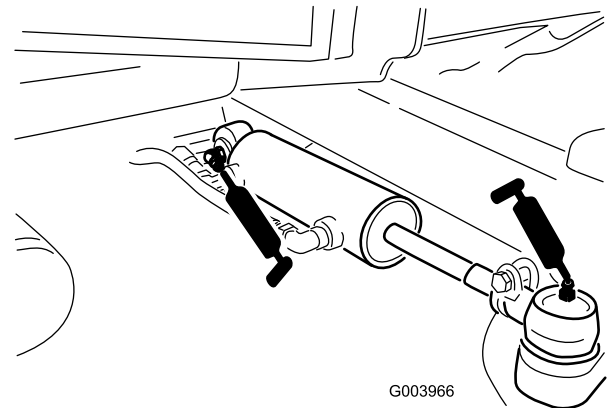

Figura 57
- Rótulas do cilindro de direcção (2) (Figura 57)